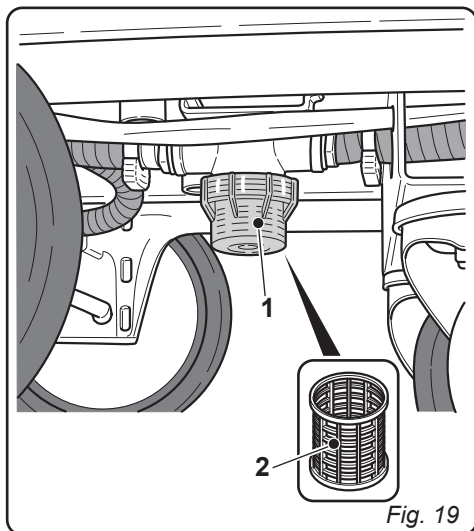

Fig. 19
10.1.d - Limpeza do filtro do reservatório de água limpa (Fig. 19)
- Desaperte a tampa transparente (1) e retire o filtro (2).
- Limpar o filtro (2) com água corrente.